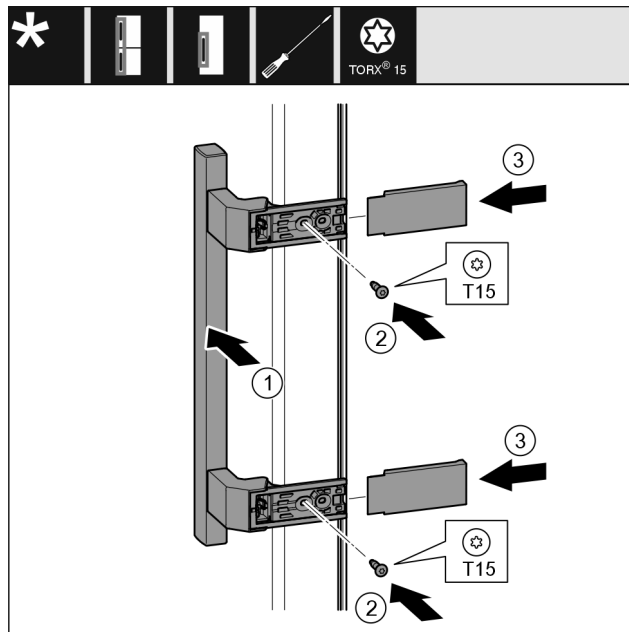

Fig. 22
- ▶ Εφαρμόστε τη λαβή Fig. 22 (1) στην απέναντι πλευρά.
- ▶ Σφίξτε τις βίδες Fig. 22 (2) με κατσαβίδι.
- ▶ Εφαρμόστε στο πλάι τα καλύμματα Fig. 22 (3) και τοποθετήστε τα.